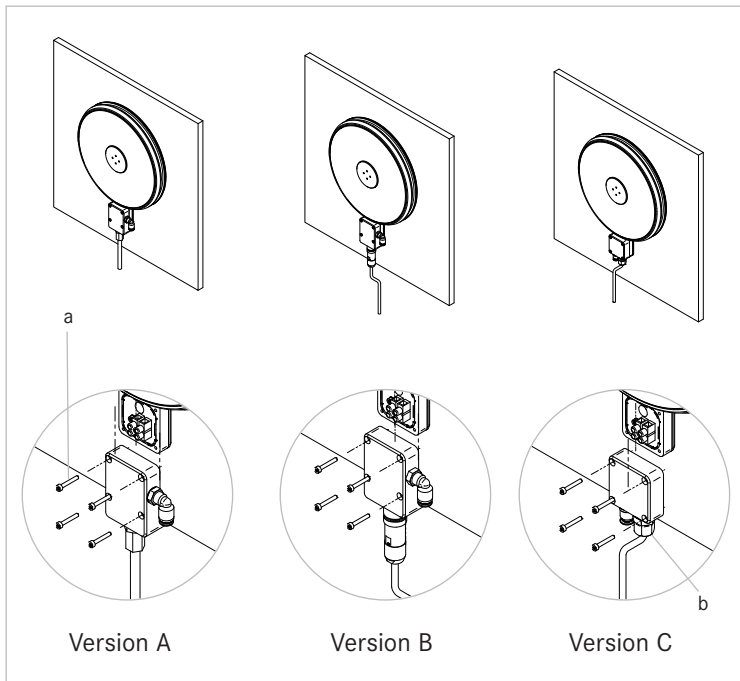

Abbildung 9: Befestigung Kabelabdeckung
Montage der jeweiligen Version (Abbildung 9)
- Befestigen Sie den Deckel mit den enthaltenen Schrauben (a) M3x20 (Abbildung 9).